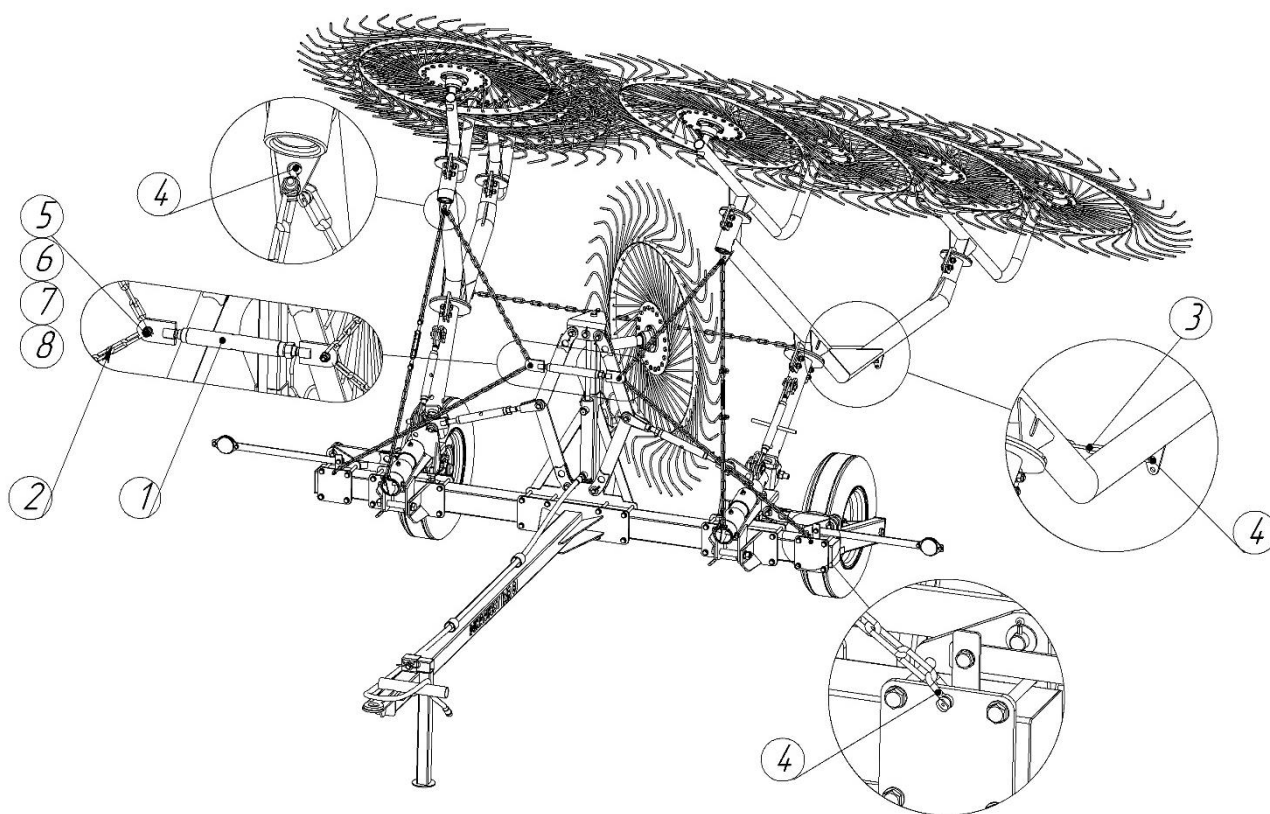

Рисунок 16 – Перевод боковых секций
В транспортном положении цепью 1,8 метра (3) и такелажными скобами(4) закрепите между собой большие брусья за проушина на них, Х-образную стяжку из 4х цепей по 1 метру (2) в центре соединённых на талрепе (1) болтовыми соединениями М10, закрепите на такелажные скобы (4) на брусьях больших и на балке поперечной и закручивайте талреп (1) для предания жесткости (Рисунок 16).